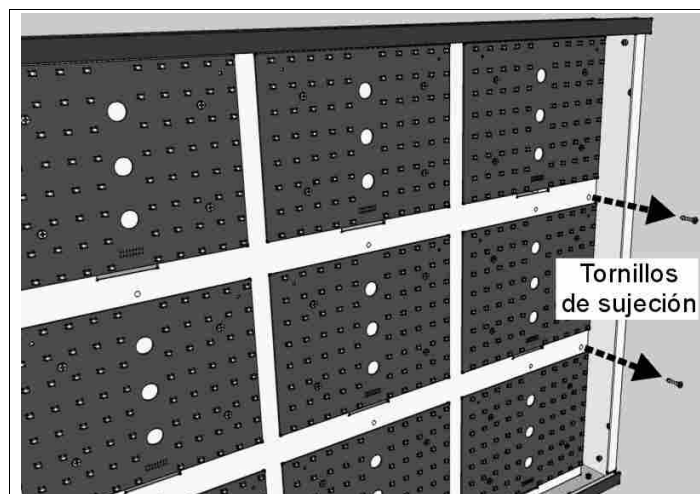

Fig. 12: Tornillos del soporte de las tarjetas de LEDs
4. Quite los dos tornillos del soporte metálico de las tarjetas de LEDs (Fig. 12), del lado derecho de éste, usando un destornillador de cruz.